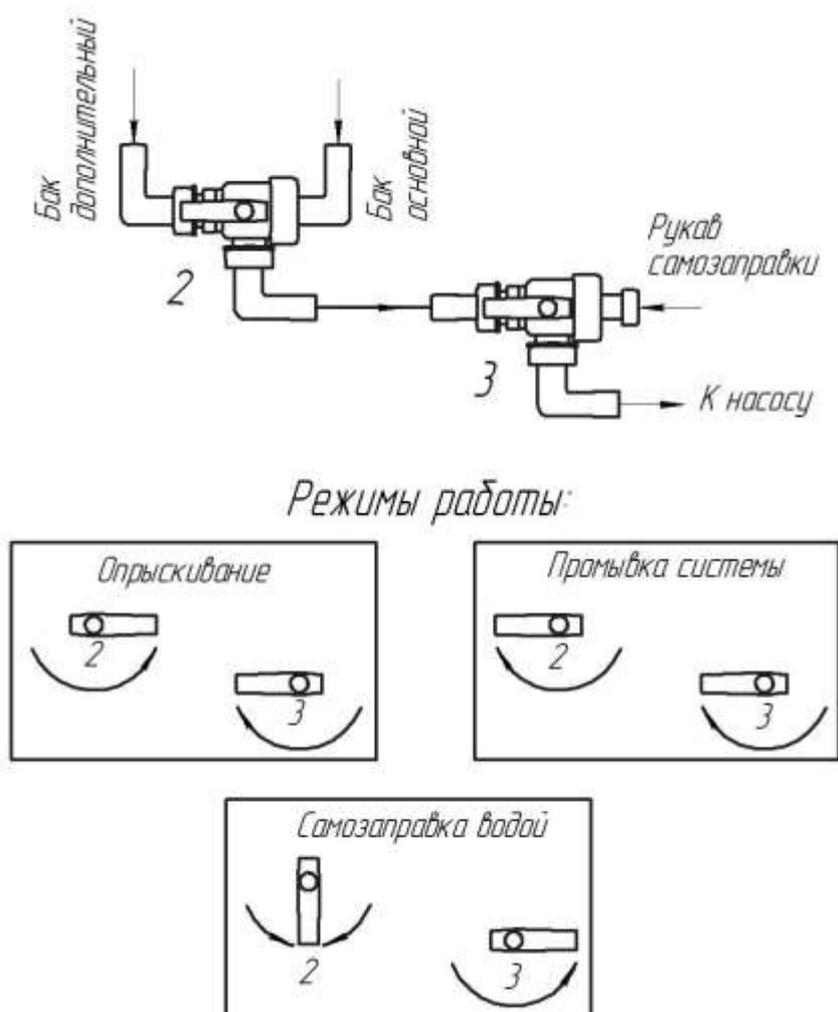

Рис. 11. Положения рукояток трехходовых кранов при различных режимах работы. см. обозначения на гидравлической схеме (рис. 10).
5.4.1. Опрыскиватель может работать в следующих режимах (рис. 11):
- а). Установить рукоятки трехходовых кранов 2 и 3 (рис. 11) в положение «Опрыскивание».
- а). Установить рукоятки трехходовых кранов 2 и 3 (рис. 11) в положение «Промывка системы».
- г). Установить рукоятки трехходовых кранов 2 и 3 (рис. 11) в положение «Самозаправка водой».